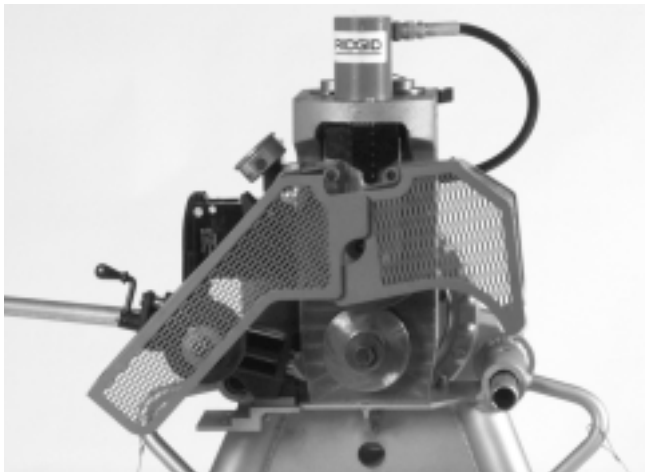

Figura 13 – Cubiertas en posición abierta
1. Antes de introducir el tubo en los rodillos de ranurado, revise que el rodillo ranurador superior esté completamente levantado. Esto se logra girando la palanca liberadora de la bomba hacia la izquierda. Las cubiertas deben estar en posición abierta como se muestra en la *Figura 13*.